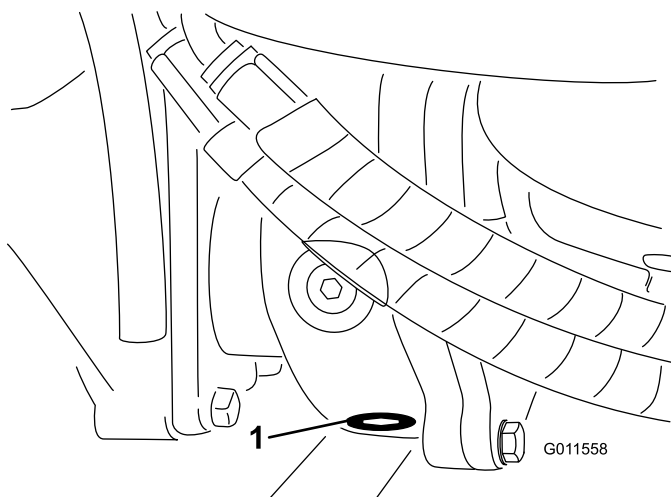

Figura 67
5. Pulite l'area circostante il tappo di spurgo sul fondo della scatola degli ingranaggi (Figura 67).